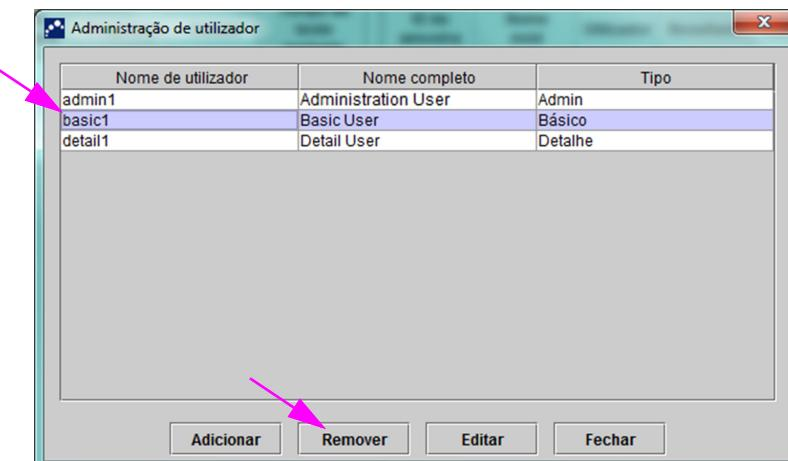

Figura 2-75. Selecção do utilizador a remover na caixa de diálogo Administração de utilizador
2. Clique para seleccionar o utilizador que pretende remover. Consulte a figura 2-75.